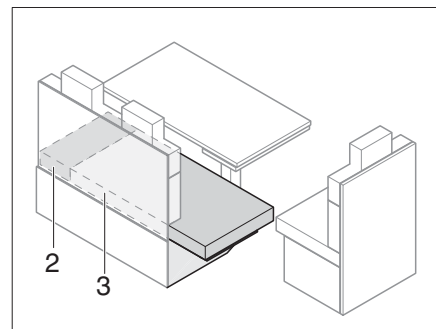

Fig. 134 Después de la ampliación
- Tirar el cojín del asiento (Fig. 134,3) a la prolongación del banco de asiento.
- Poner un cojín adicional (Fig. 134,2) entre el cojín del asiento (Fig. 134,3) y la pared exterior.
- Quitar los cojines adicionales (Fig. 134,2).
- Tirar del cojín del asiento (Fig. 134,3) y colocarlo sobre banco de asiento.